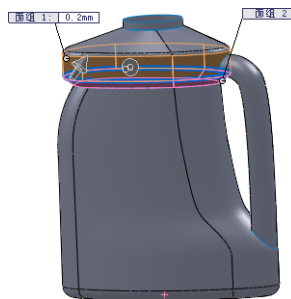

图 7-163 添加曲面圆角
- 04 利用同样的方法，继续添加半径为 0.2mm 的曲面圆角，如图 7-163 所示。